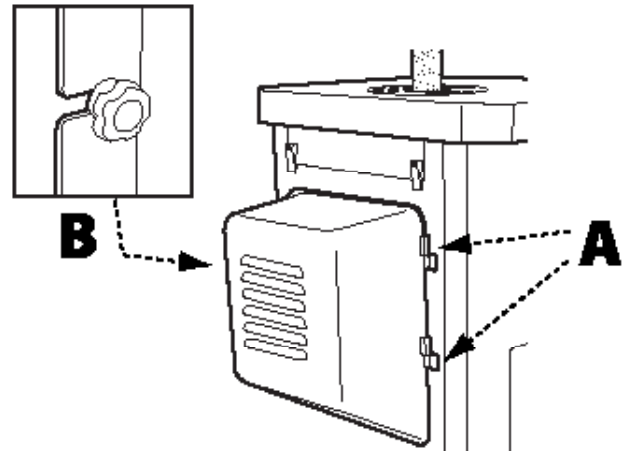

FIGURA 1
Vea la Figura 1
1. Destrabe la perilla de seguridad en la cubierta del motor (Figura 1 en la página #) y abra la cubierta.
2. Ubique el collar del tope positivo de 90° en la varilla roscada larga (B) que corre desde enfrente hacia atrás en el lado izquierdo de la máquina.